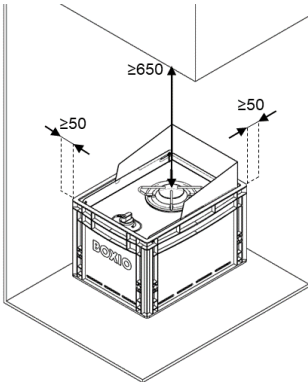

Abb. 1
- Bei der Positionierung des Kochers müssen folgende Mindestabstände zu Wänden, überhängenden Teilen und brennbaren Materialien eingehalten werden [Abb. 1, mm]